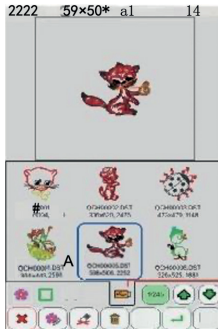

Abbildung 14 | Figure 14
4. Drücken Sie „f“, um die auf der USB-Stick gespeicherte Musterschnittstelle (siehe Abbildung 14) aufzurufen. Sie müssen sie nicht in die Maschine importieren und können das Muster direkt zum Sticken auswählen.
Press "f" indicating to enter the pattern interface stored in USB disk in figure 14. You do not need to import them into the machine and directly select the pattern for embroidery.